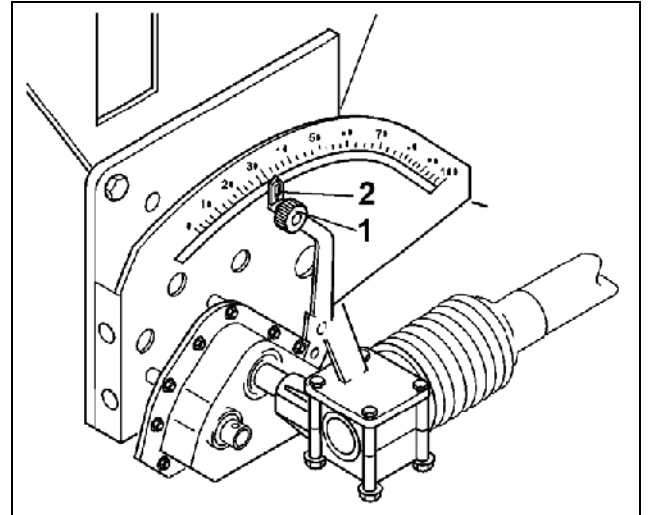

Fig. 82
- Arretierknopf (Fig. 82/1) des Getriebestellhebels lösen.
- Zeiger des Getriebestellhebels (Fig. 82/2) auf eine der folgenden Getriebestellungen schieben:
- Arretierknopf (Fig. 82/1) festziehen.